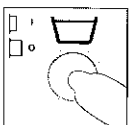

Fig. 21
- 16) **Options uniquement pour tissus résistants.** Appuyez sur la touche arrêt cuve pleine (Fig. 21), la machine s'arrêtera automatiquement au début du rinçage final et le linge restera trempé dans l'eau sans se froisser. Pour compléter le programme, appuyer et relâcher la touche "arrêt cuve pleine".